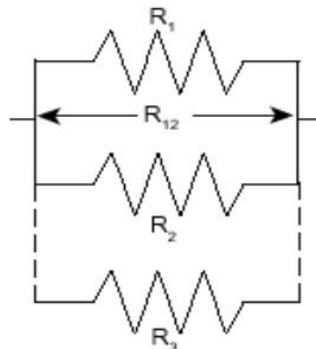

Figura 6. Circuito resistencias en paralelo.
- Conecta las tres resistencias en paralelo como se muestra en la **Figura 6**. Mide los valores  $R_{12}$ ,  $R_{23}$  y  $R_{123}$  conectando las puntas del multímetro en los extremos de las flechas indicadas en el diagrama de la **Figura 6**. Registre estos valores en la **Tabla 2**. Importante: para la medición de  $R_{12}$ , solo deben estar conectadas las resistencias  $R_1$  y  $R_2$ ; para la medición de  $R_{23}$  solo deben estar conectadas las resistencias  $R_2$  y  $R_3$ .